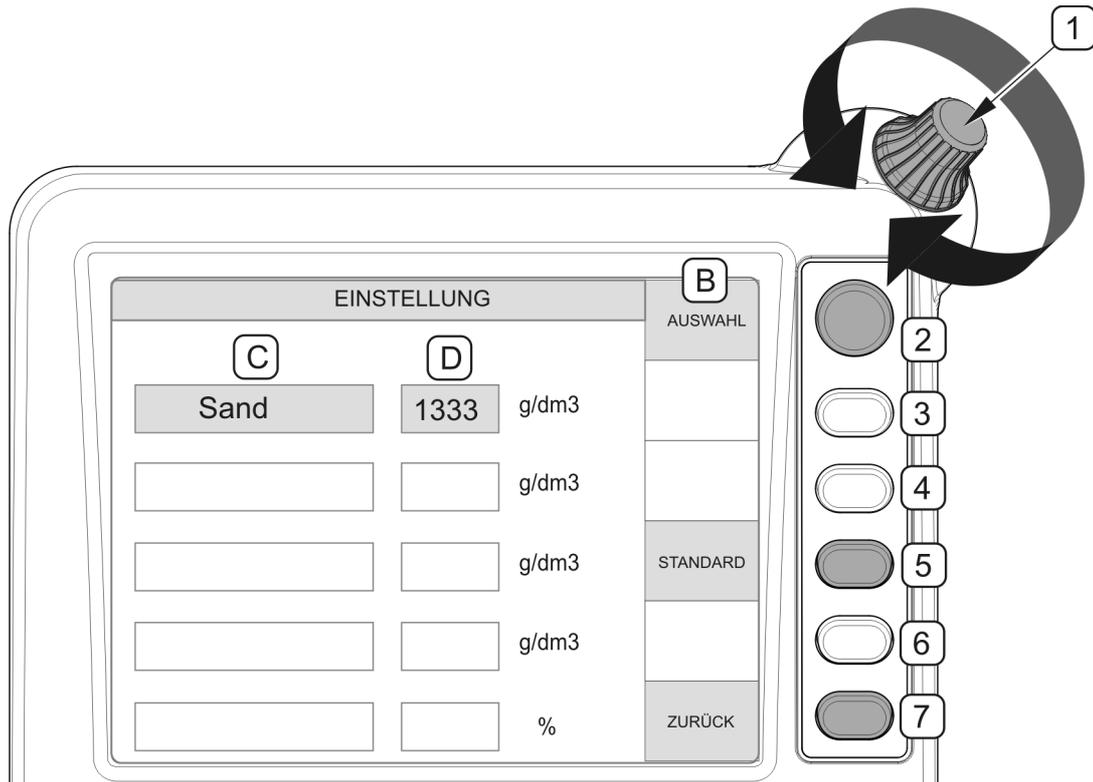

ABBILDUNG 4.17 Beispiel für die Bedienung des Steuerpults
Je nachdem, welche Seite im Menü auf der Anzeige (ABBILDUNG 4.17) ausgewählt wurden, werden neben den Funktionstasten (2),(3),(4),(5),(6) und (7) die ihnen zugewiesenen Funktionen angezeigt (B). Auf jeder Seite des Menüs der Anzeige werden die Funktionen der entsprechenden Taste angezeigt. Ein leeres Feld neben den Tasten (3),(4) und (6) bedeutet, dass die Tasten im Moment nicht aktiv sind (ABBILDUNG 4.17). Um in ein anderes Feld (C) zu wechseln und um die Werte der Parameter im Feld (D) zu ändern, dient der Drehregler (1).